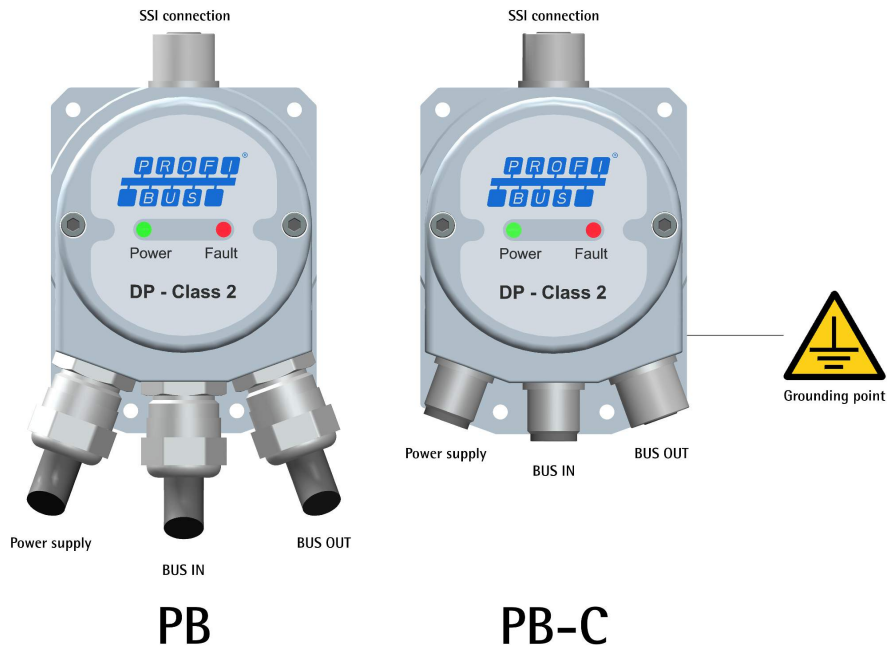
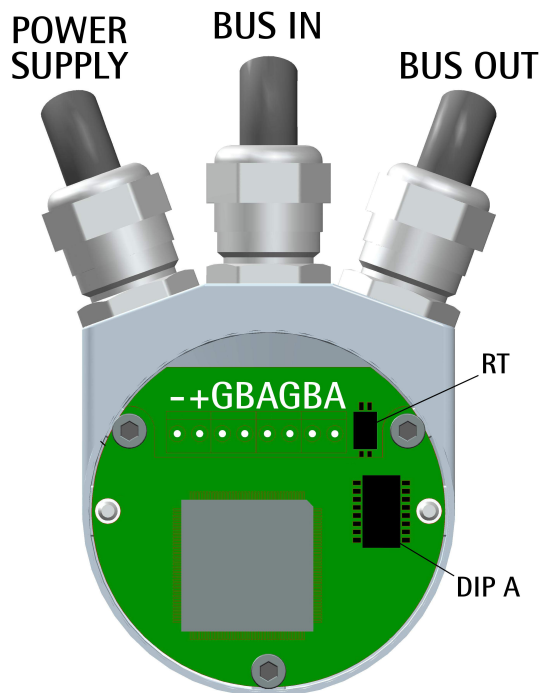

Figura 4
Figura 6
4.2 Connessioni SSI (Figura 4)
4.3 Gateway Profibus con pressacavi: versione PB (Figura 4 e Figura 6)
4.4 Gateway Profibus con connettori M12: versione PB-C (Figura 4 e Figura 7)
4.8 Indirizzo nodo: DIP A (Figura 6 e Figura 7)
Dopo aver impostato l'indirizzo del nodo, verificare l'impostazione dello switch di terminazione (si veda la sezione "4.10 Resistenza di terminazione bus RT (Figura 6 e Figura 7)" a pagina 32).
4.10 Resistenza di terminazione bus RT (Figura 6 e Figura 7)